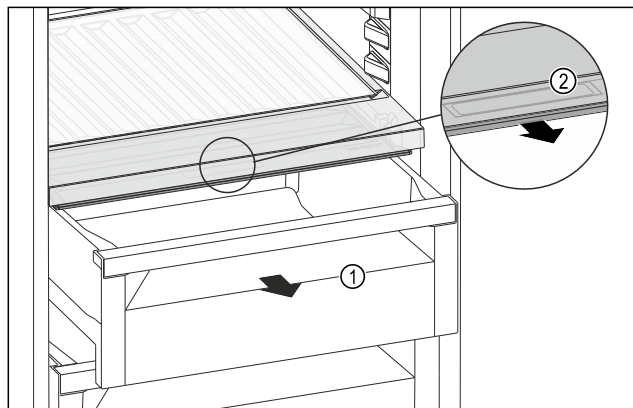

Fig. 123
- ▶ Витягніть висувний ящик Fig. 123 (1).
- ▶ Візьміться за потайну ручку Fig. 123 (2) на кришці відділення й одночасно потягніть кришку відділення вперед.